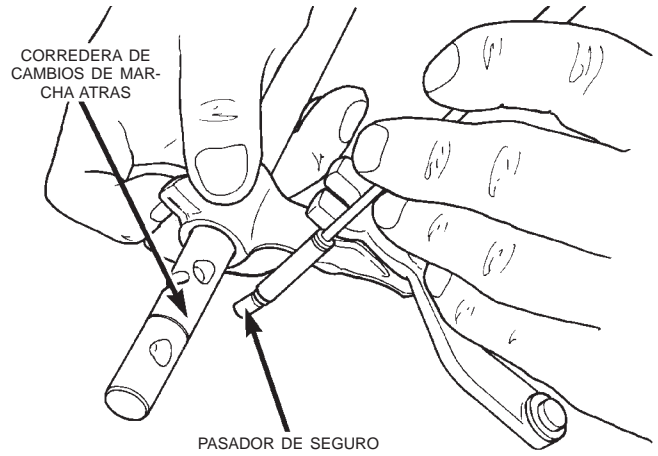

Fig. 71 Desmontaje del pasador de seguro de la corredera de cambios de marcha atrás
(28) Retire el pasador de seguro de la corredera de cambios de marcha atrás (Fig. 71).